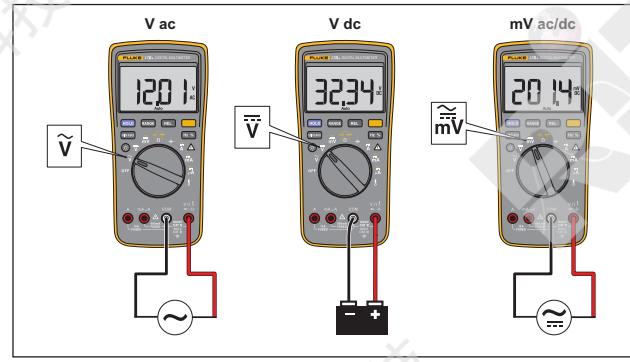

图 1. 测量交流和直流电压
4. 用探头接触电路上的正确测试点以测量其电压，如图 1 中所示。